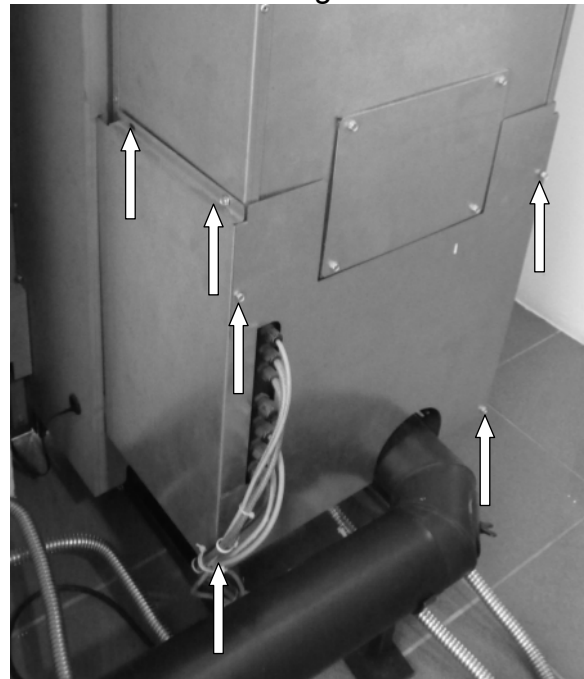

Abb. 237: Demontage Verkleidung Modell PE
- Die Schrauben der Rückwand und der rechten Verkleidung lösen (siehe Pfeile Abb. 237)